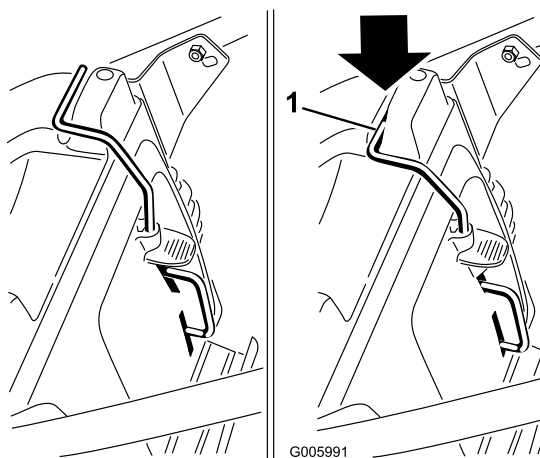
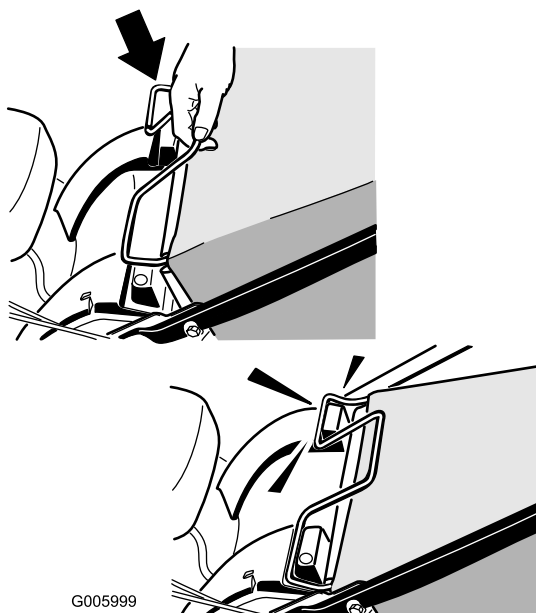

Figura 18
Figura 19
1. Instale el tapón de reciclado (Figura 18) o la bolsa de recortes (Figura 19) en la máquina.